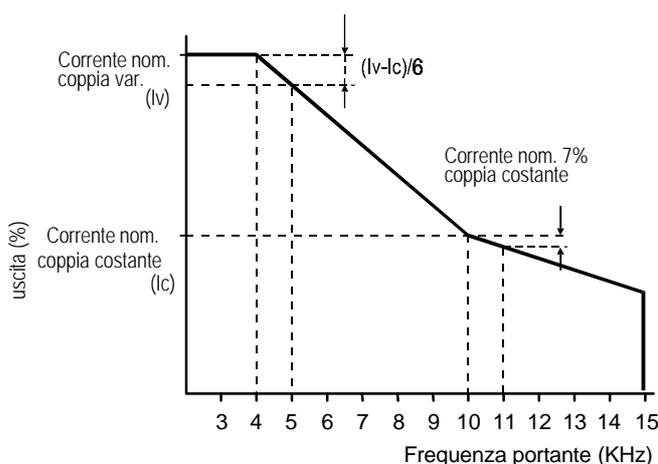

Fig. 1-2 Correzione di potenza in base alla frequenza portante per azionamenti fino a N22K0 e fino a X30K0
In coppia variabile (VT) la normale frequenza di lavoro è 4kHz. Sopra i 4kHz, ridurre la corrente in funzione del rapporto  $(\text{Corrente coppia variabile} - \text{Corrente coppia costante})/6$  per ciascun kHz. Vedere la Fig.1-2.